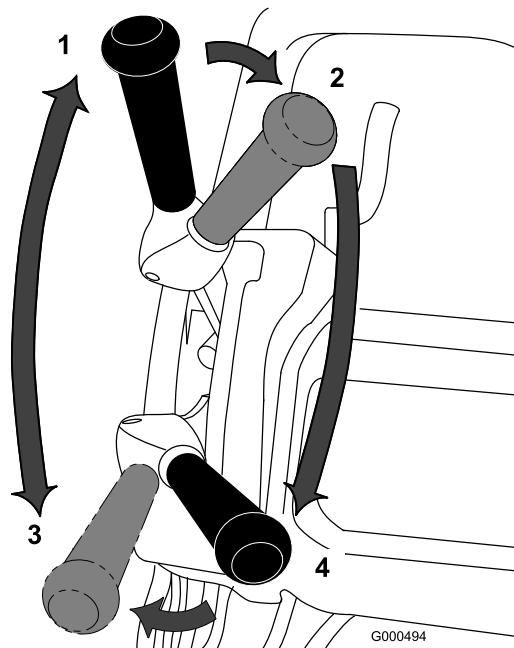

Figura 20
1. Ligue o motor, coloque o regulador a uma velocidade reduzida, empurre o manípulo para levantar a unidade de corte, desloque a alavanca de tracção para a posição Engatado, e leve o cortador até uma ponta do relvado (Figura 20).
2. Coloque a alavanca de tracção na posição Desengatada e engage a transmissão do cilindro (Figura 20).
se movimente à velocidade desejada, conduza o cortador para o relvado, desça a dianteira do cortador e comece a operação (Figura 20).